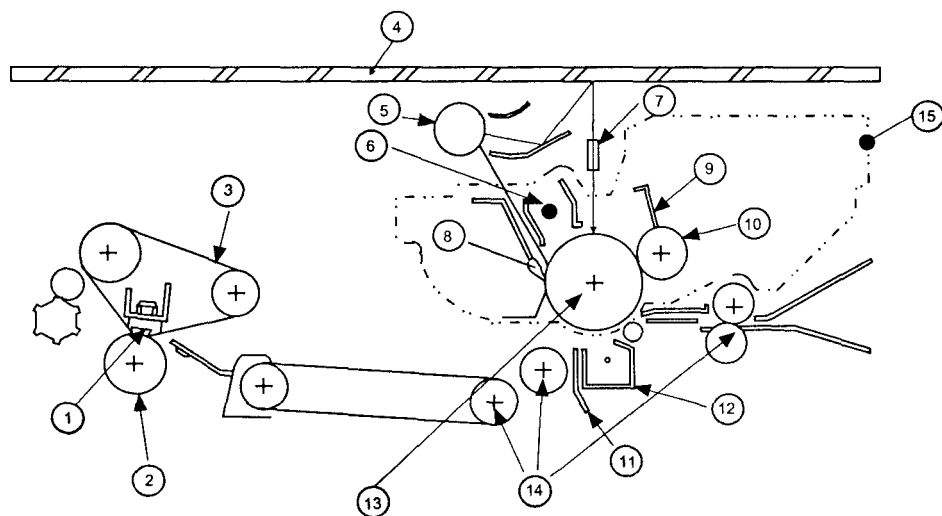

Рис. 1. Механизм КА PC 2 в разрезе
На примере КА типа PC 2 (CANON) рассмотрим подробнее процессы, происходящие при копировании. Это модель КА выбрана потому, что она разработана максимально упрощенной, поэтому протекающие в ней процессы можно показать наиболее наглядно. На рис. 1 изображен механизм КА PC 2 в разрезе.
3. Пленка закрепительного узла. Выполняет те же функции, что и тефлоновый барабан (см. рис. 1, поз. 1). Служит для передачи тепла от нагревательного элемента (пластина, лампа) на бумажный носитель с нанесенным на него в виде порошка изображением. Изображение на носителе представляет собой перенесенную со светочувствительного барабана копию оригинала. Под
Свет от ЛОО через стекло копировальной панели попадает на оригинал, отражается от него и через короткофокусную линзу попадает на СБ (см. рис. 1).